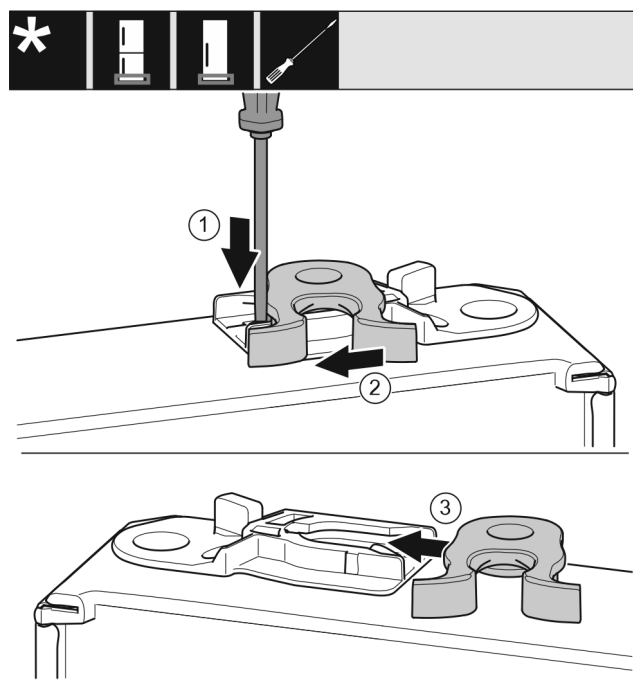

Fig. 18
- Lip met sleufschroevendraaier naar onder drukken. Fig. 18 (1)
- Sluithaak uit de geleiding trekken. Fig. 18 (2)
- Sluithaak aan de andere kant van de geleiding schuiven. Fig. 18 (3)